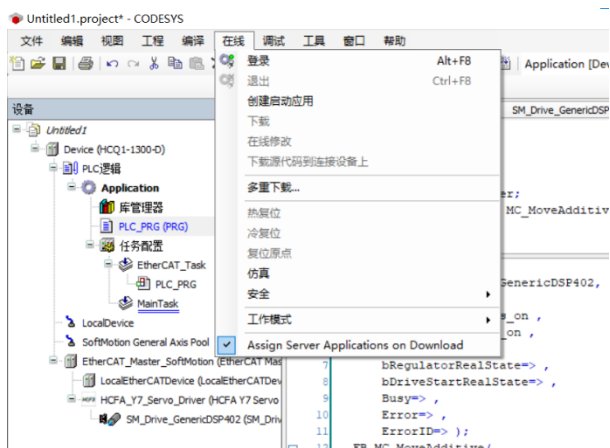

图 13-17 登录控制器
1. 编译完成以后,点击【在线-登录】,如图 13-17 所示。